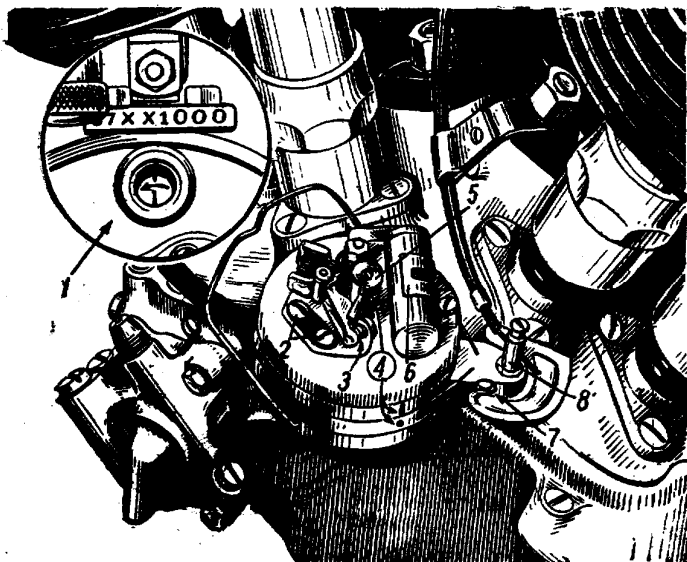

Рис. 38. Проверка установки зажигания.
4. Включить третью передачу и медленно вращать вперед заднее колесо до совмещения метки на маховике с контрольным отверстием 1 (рис. 38), выпускной клапан переднего цилиндра в это время будет закрыт.